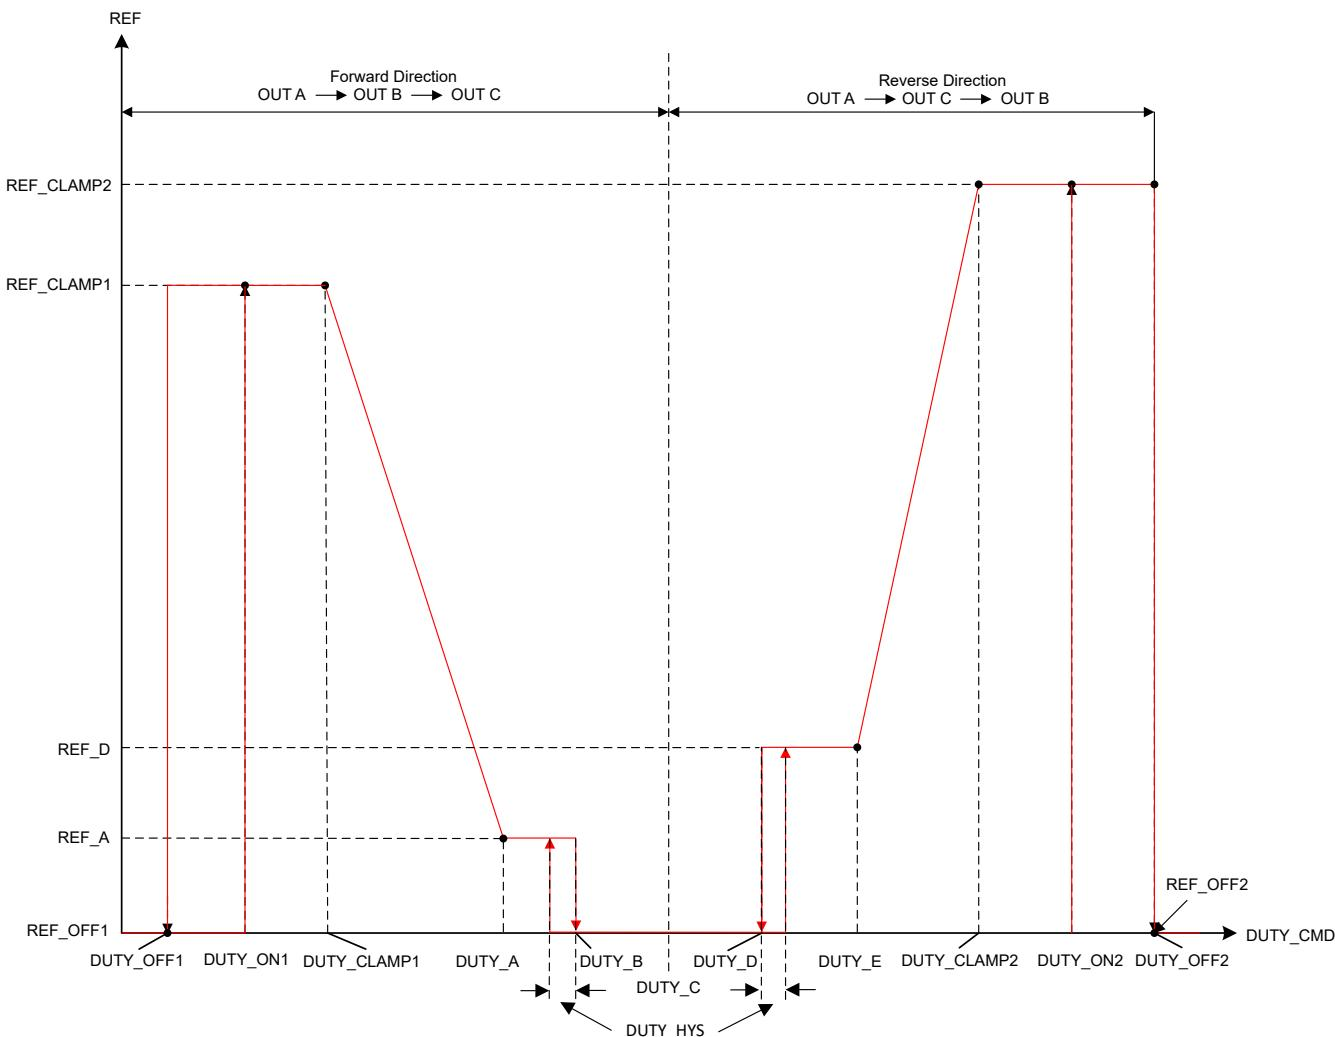

图 7-13. 正向反向控制曲线
- `DUTY_OFF1` 和 `DUTY_ON1` 配置基准控制输入 `REF_CLAMP1` 和 `REF_OFF1` 有关的迟滞，如图 7-13 所示。
- `DUTY_A` 配置基准 `REF_A` 的占空比命令。基准在 `DUTY_CLAMP1` 和 `DUTY_A` 之间呈线性变化。`DUTY_A` 到 `DUTY_E` 的顺序必须与图 7-13 中所示的顺序相同。
- DUTY\_OFF2 和 DUTY\_ON2 配置基准控制输入 REF\_CLAMP2 和 REF\_OFF2 有关的迟滞，如图 7-13 所示。